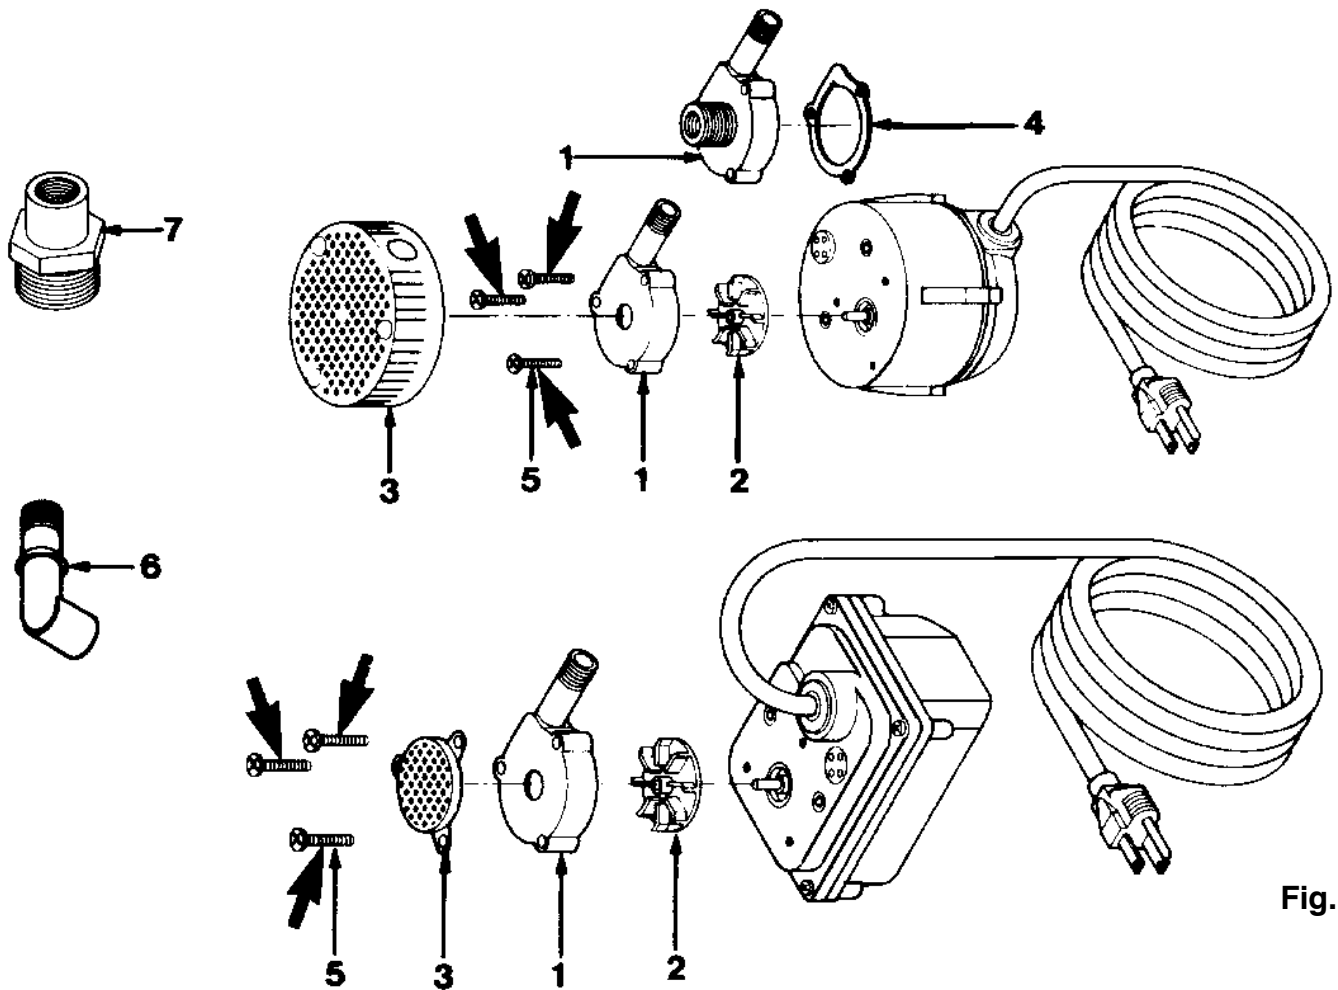

Fig. 1
2. Periodic cleaning of the pump parts will prolong the LIFE and EFFICIENCY of the pump. Refer to Fig. 1 for the assembly and disassembly of the pumping head.
2. Le nettoyage périodique de la pompe augmentera sa DURÉE DE VIE et son EFFICACITÉ. Consultez la figure 1 pour savoir comment assembler et démonter la tête de pompage.